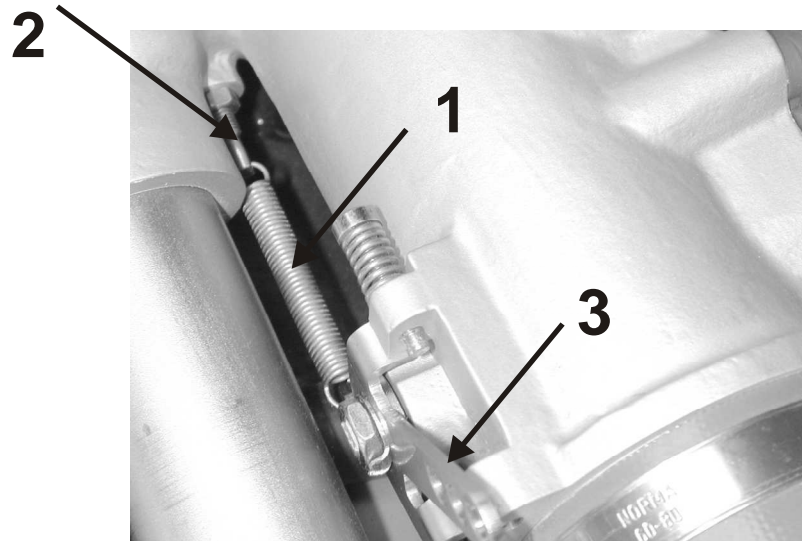

Abb. 2
Bei Motoren an denen noch nicht die Maßnahmen der TM 67 durchgeführt worden sind (Abb. 2), ist auch die ursprüngliche Feder (1) zu entfernen.